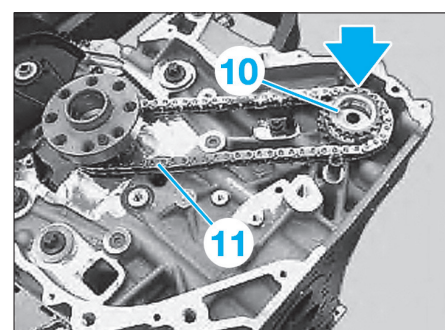

Fig. 13
- Retirer par le haut, le pignon (10) avec la chaîne de distribution (11) (Fig.13).